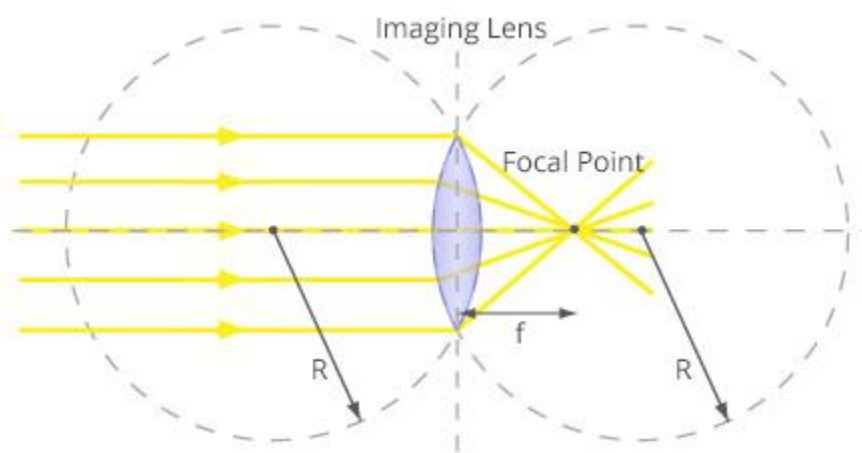

図 20 : 凸レンズの焦点
**焦点距離：**図 20 は簡単な凸レンズです。2 つあるレンズの各表面は半径が  $R$  である球体の一部です。これらの球体の中心を結ぶ点線を光軸といいます。レンズは光軸に対して平行に入ってくる光線を焦点と呼ばれる 1 点に集中させます。焦点とレンズの中心の間の距離の事をレンズの焦点距離 ( $f$ ) といいます。これはレンズの焦点（フォーカルポイント）を測るのに大事で、次の式が表すように レンズの曲率半径 ( $R$ ) と屈折率 ( $n$ ) と関係しています [3] :